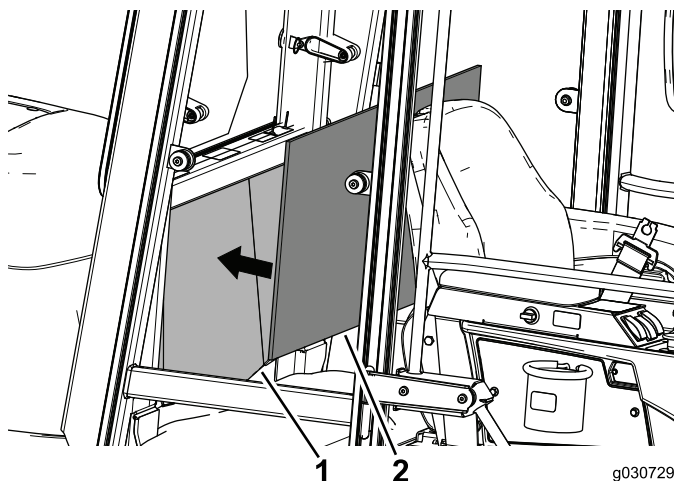

图29
2. 将装饰面板与驾驶室内的后面板中间对齐, 确认是否适合并确定位置 (图29)。